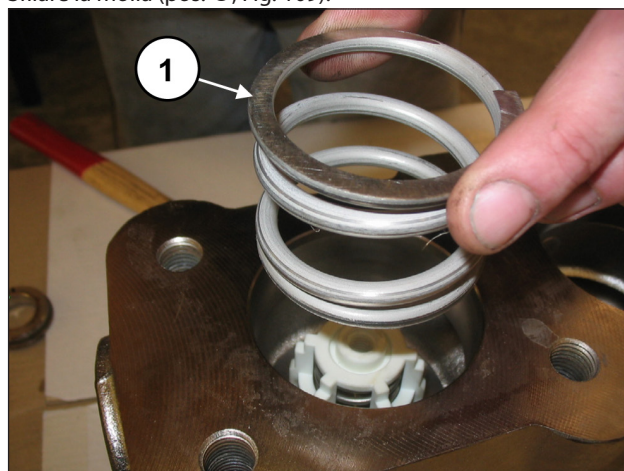

Fig. 109
Sfilare la molla (pos. ①, Fig. 109).